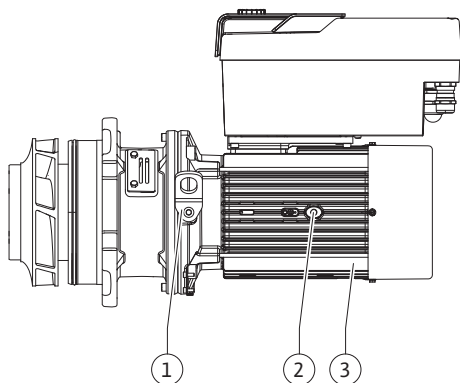

Fig. 102: Behelyezhető készlet
13. Vezesse be a behelyezhető készletet (lásd: Fig. 102) a szivattyúházbba a régi vagy egy másik, kívánt ferde helyzetben. Tartsa be az alkatrészek megengedett beépítési helyzetét (lásd a „Megengedett beépítési helyzet és az alkatrészek elrendezésének módosítása a telepítés előtt” [▶ 24] fejezetet).